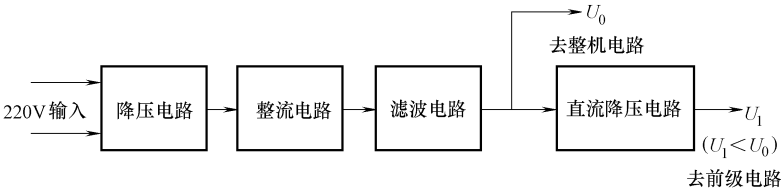

图 10-13 只有一路直流输出电压的电源电路框图
1) 只有一路直流输出电压的电源电路，如图 10-13 所示。这种电源电路比较简单，只能输出一路直流工作电压，电源电路本身只能输出一个等级的直流工作电压。但是，这种电源电路并不代表只能有一种等级的直流工作电压，它可以通过直流降压电路来得到更多等级的直流输出电压。